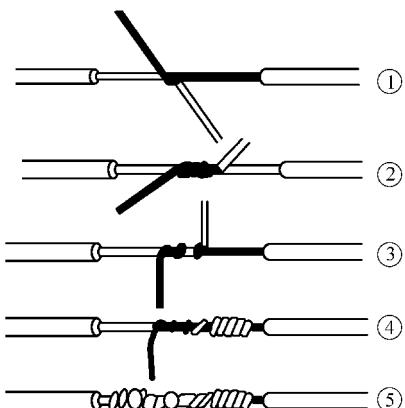

图4-35 铜硬导线单股线对接
1) 单股线对接。应用在各种线路上做导线的延长连接。它的连接方法如图 4-35 所示，先按线芯直径的约 40 倍长剥去线端绝缘层，并拉直线芯。